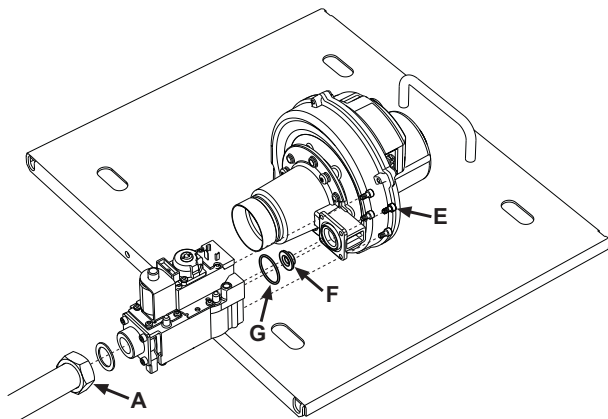
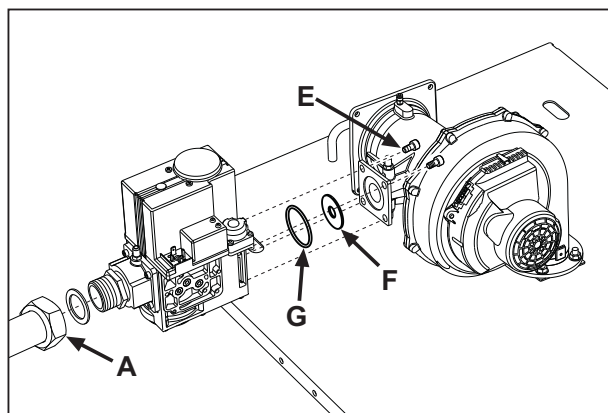
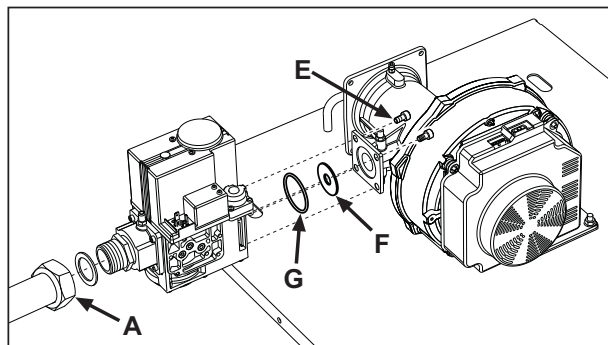

fig. 36 - Modelo QUADRIFOGLIO 125
fig. 37 - Modelo QUADRIFOGLIO 220
fig. 38 - Modelo QUADRIFOGLIO 320
4. Desenroscar la tuerca **A** de fijación de la válvula del gas (ver fig. 36, fig. 37 y fig. 38 para los distintos modelos).